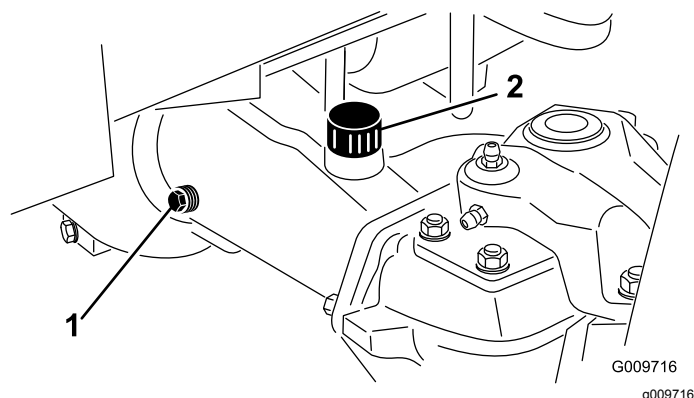

Figura 50
- Retire un tapón de verificación de un extremo del eje (Figura 50) y asegúrese de que el lubricante llega al borde inferior del orificio.
Nota: Si el nivel es bajo, retire el tapón de llenado (Figura 50) y añada suficiente lubricante para que el nivel llegue al borde inferior de los orificios de los tapones de verificación.